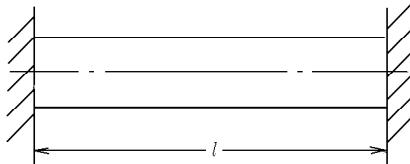

图 2
如金属杆的膨胀是自由的, 即不受约束的, 则杆内不会产生温度应力. 但如果金属杆两端被固定在两个刚性壁之间, 如图 2 所示, 则在金属杆受热时, 因受到刚性壁阻力, 无法膨胀, 就在杆内产生压缩温度应力. 杆件在由于温度引起的约束阻力下好像又被压短了 Δl_2 . 由材料力学 $\Delta l_2 = \frac{F_T l}{EA}$, 由于杆夹在刚性壁之间, 总长度不会变化, 即 $\Delta l_1 = \Delta l_2$, 所以
人们的头脑中不禁会萦绕这样的问题, 钢轨接长以后, 它的热胀冷缩问题怎样解决呢? 主要有两种方法, 一种是让长轨道自身承受全部温度应力, 它适用于一年四季温度相差不太大的地区. 将钢轨牢牢固定在轨枕上不让其自由伸缩, 其受力如图 2 所示. 其温度力可由公式 (1) 来计算